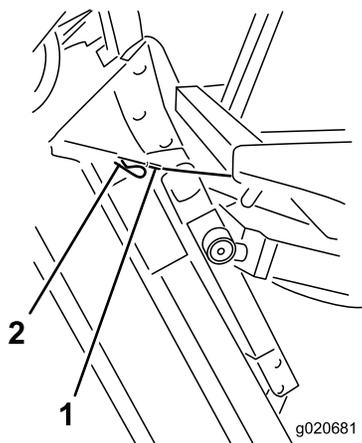

Рисунок 81
6. Удерживая деку газонокосилки в вертикальном положении, установите конец троса на штифт подъемного рычага деки газонокосилки и зафиксируйте его игольчатым шплинтом (Рисунок 81).